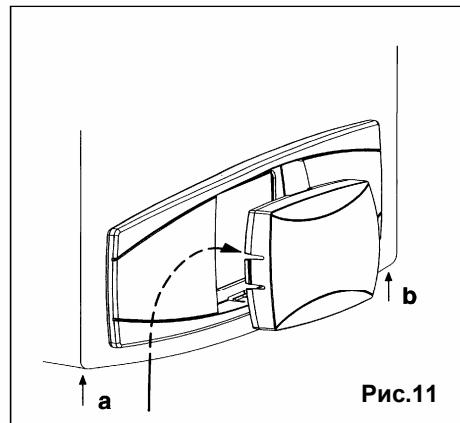

Рис.11
1. Отвинтить два винта (**a** - **b** рис.11), которые фиксируют корпус котла;
2. Слегка приподнять корпус и рукой выдавить наружу крышку передней панели (рис.11);
4. Закрыть корпус котла, прикрепить его винтами к котлу (рис.11).
1. отвинтить два винта (**a** - **b** рис.11), которые фиксируют корпус котла;